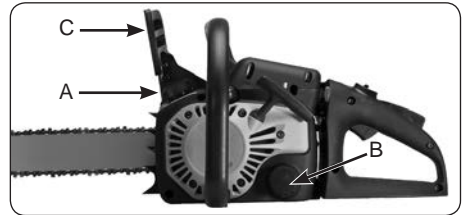

Abb. 8
1. Füllen Sie den Treibstofftank (A) mit der richtigen Treibstoffmischung auf (Abb. 8).
2. Füllen Sie den Öltank (B) mit dem richtigen Ketten- und Schienenöl auf (Abb. 8).
3. Stellen Sie sicher, dass die Kettenbremse (C) vor dem Anlassen des Motors entkuppelt ist (Abb. 8).